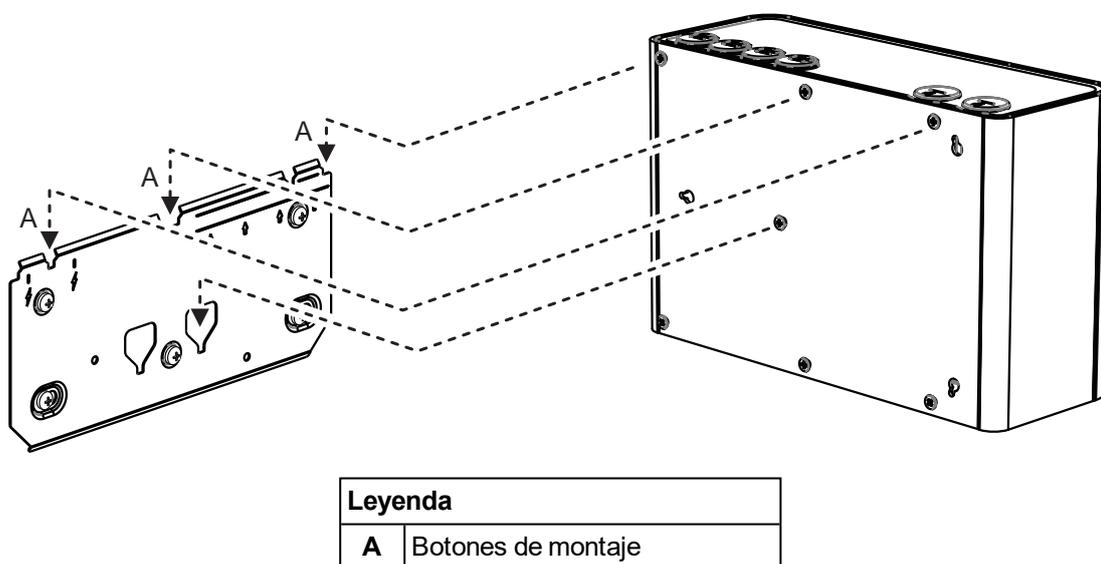

Figura 4-21: Montaje del detector
6. Alinee los pernos de montaje (A) en la parte posterior del detector con las ranuras de los pernos de montaje del soporte de montaje y deslice el detector hasta que la parte superior quede a ras con la parte superior del soporte de montaje (Figura 4-21).